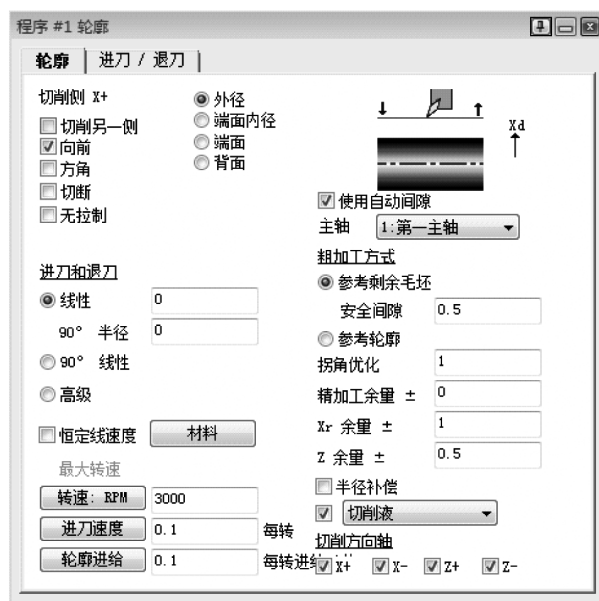

图 7-11 修改程序 #1
5) 修改程序 #1, 如图 7-11 所示。这将在 Xr 方向上留 1mm 余量。